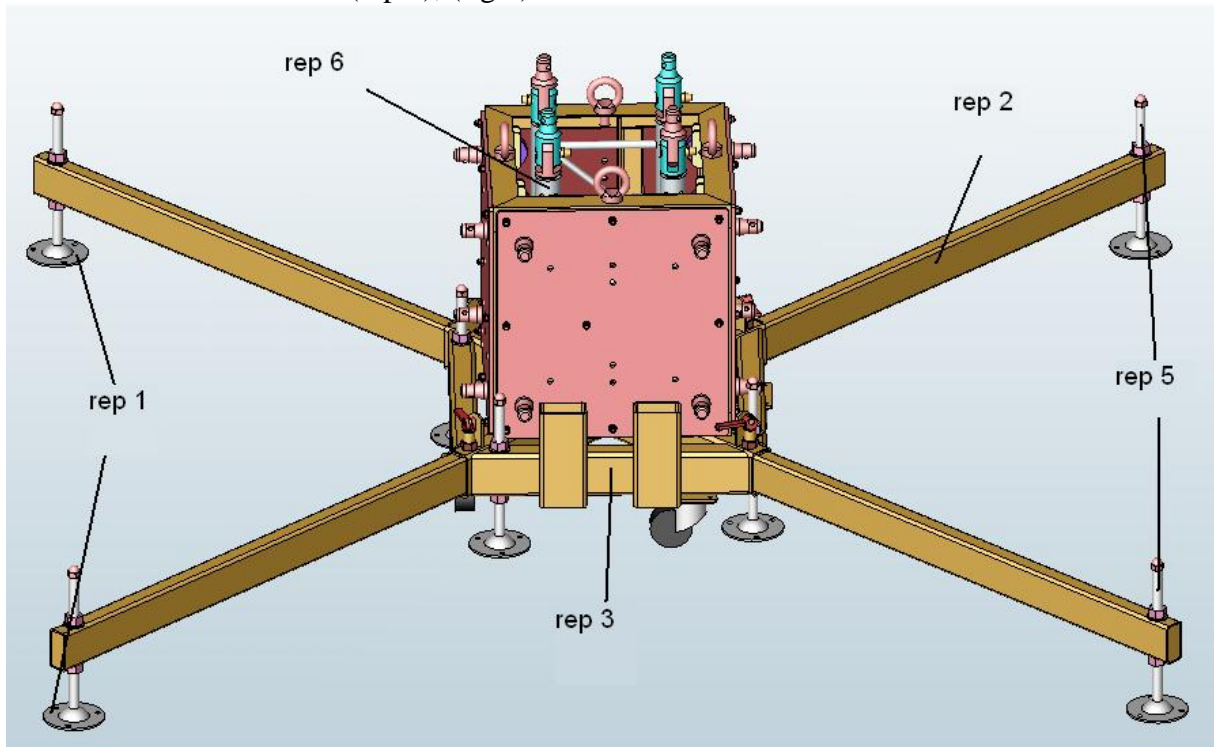

fig.3
a) Stabiliser les 4 pieds à l'aide de vérins de stabilisation (rep 5), et ainsi obtenir une bonne verticalité du mât 1 (rep 6), (fig.3).